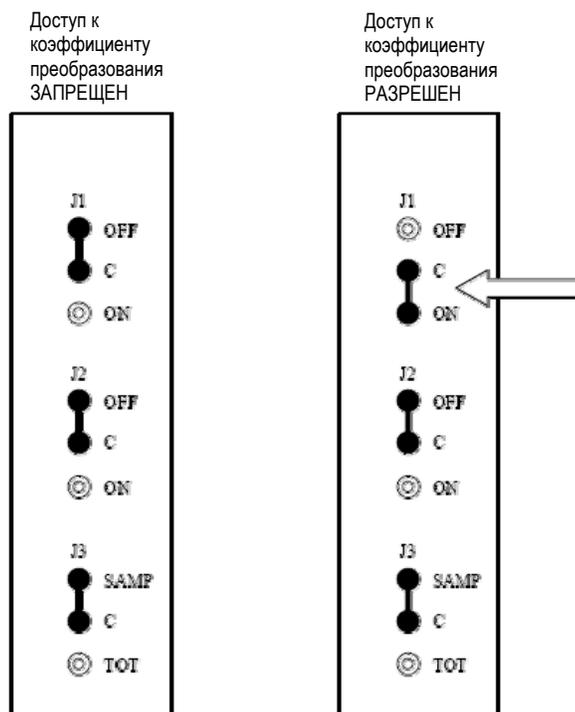

Рисунок 3.5—Установки переключателей для изменения значений коэффициента преобразования
Коэффициент преобразования может быть изменен только, когда на основной монтажной плате имеется переключатель безопасности J1 (Рисунок 3.5).
- Переключатель 1: Когда J1 находится в положение OFF (Рисунок 3.5, вид слева), оператор может только просматривать коэффициент преобразования; он не может изменять его. Когда J1 находится в положение ON (Рисунок 3.5, вид справа), оператор может изменять коэффициент преобразования. Положение переключателя можно изменять при подсоединенной батарее.